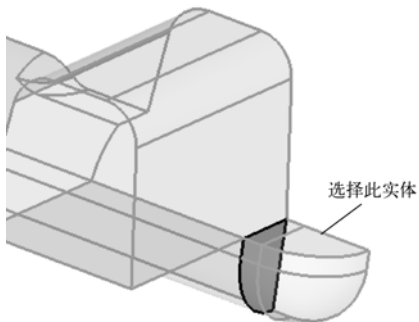
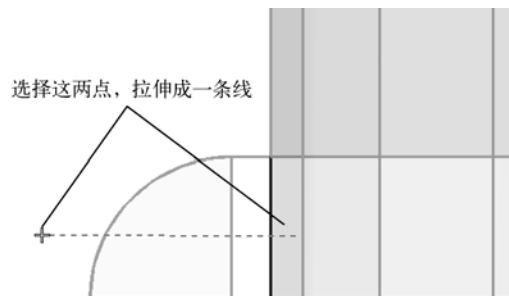

图 5-4 (1) 中所选实体
图 5-5 定义切割线
(1) 在 with cut line 栏下激活 solids 选择器，选择 STEP 3 创建的较小的四面体，如图 5-4 所示。
(2) 单击 drag a cut line 按钮。
(3) 在图形区选择两点，将四面体分为大致相等的两部分，如图 5-5 所示。